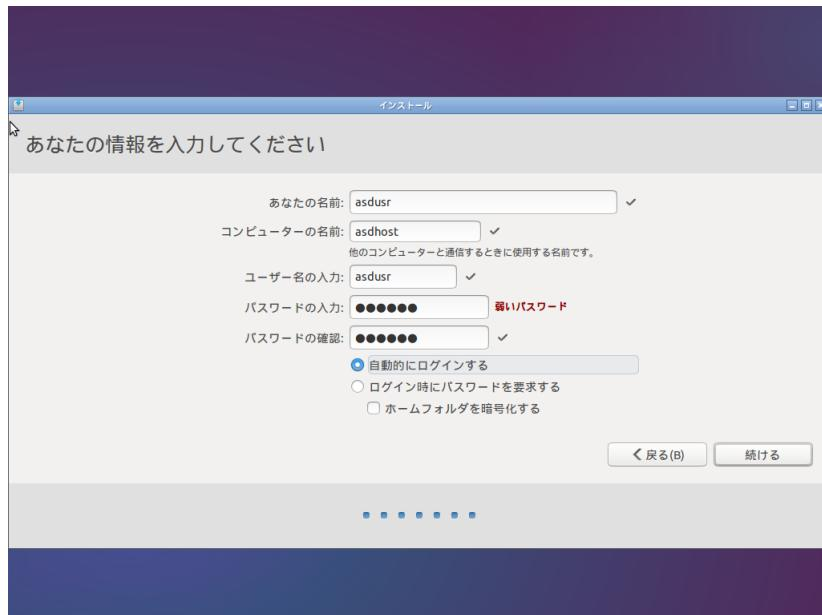

図3-5-1-8. ユーザ設定画面
- ⑩ 正常にインストールが完了することで、図3-5-1-9のような画面が表示されます。